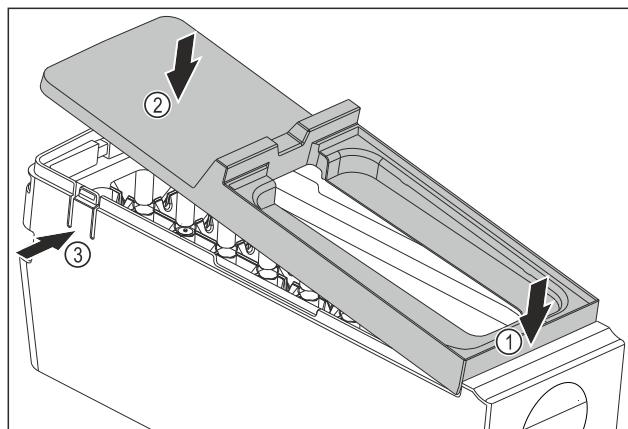

Fig. 148
- Встановіть кришку корпусу EasyTwist-Ice: Прикріпіть кришку спереду. Fig. 148 (1)
- Опустіть кришку ззаду. Fig. 148 (2)
- ▷ Кришка зі звуком фіксується в обох виступах Fig. 148 (3).